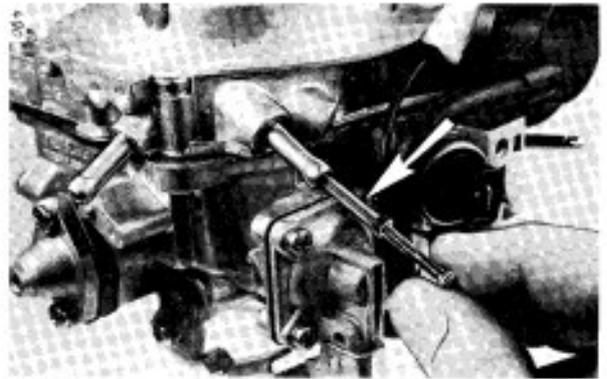

Bild 13
5. FILTER IM KRAFTSTOFFZULAUF (Bild 13)